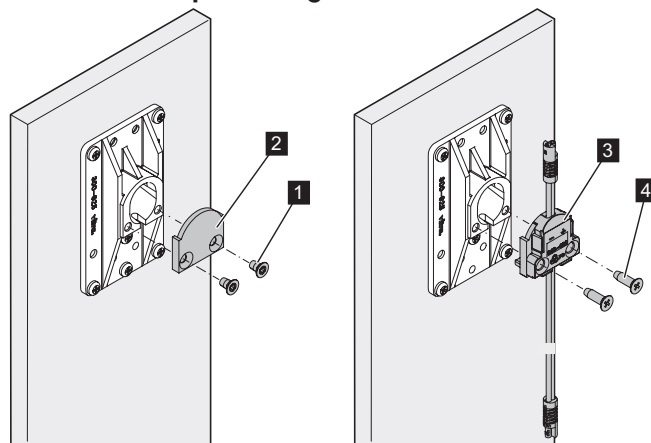

Fig. 13: Desatornillado de la placa ciega
1. Soltar ambos tornillos (Fig. 13/1) con un destornillador Torx. Los tornillos y la placa ciega (Fig. 13/2) ya no se necesitan y pueden eliminarse.
2. Fije el juego de electrificación (Fig. 13/3) con los tornillos avellanados suministrados (Fig. 13/4) al juego de pletina.